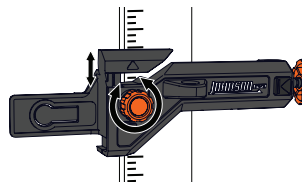

Figura 25
5. Utilice la perilla de ajuste fino de altura para ajustar la altura del detector en incrementos pequeños de 0 a 25,4 mm. (Figura 25)